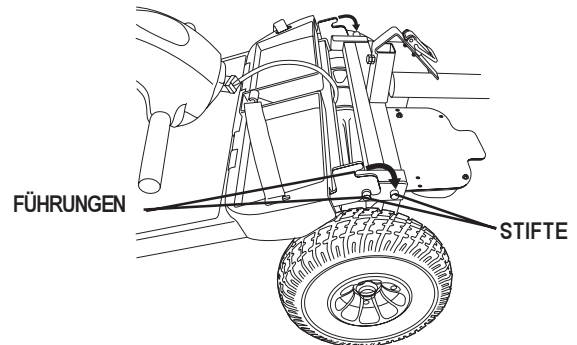

ABB. 19. RAHMEN VERRIEGELUNG
2. Vorderteil soweit hochheben bis die unteren Stifte nicht mehr in ihren Führungen sitzen. Siehe Abb. 19.
2. Untere Führungen am Vorderteil mit den entsprechenden Stiften vorne am Heckteil ausrichten. Siehe Abb. 19.
3. Sitzstütze festhalten und das Heckteil langsam nach vorne schwenken bis die oberen Stifte in ihren Führungen sitzen. Siehe Abb. 19.